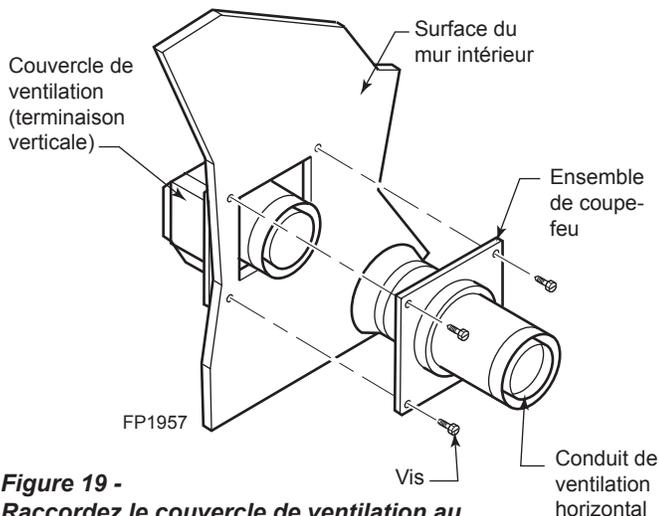

Figure 19 -
- Glissez la virole murale par-dessus le conduit de ventilation avant de raccorder la course horizontale au bouchon d'aération. Figure 19
- Glissez la virole murale contre la surface du mur intérieur et fixez avec les vis. Figure 19